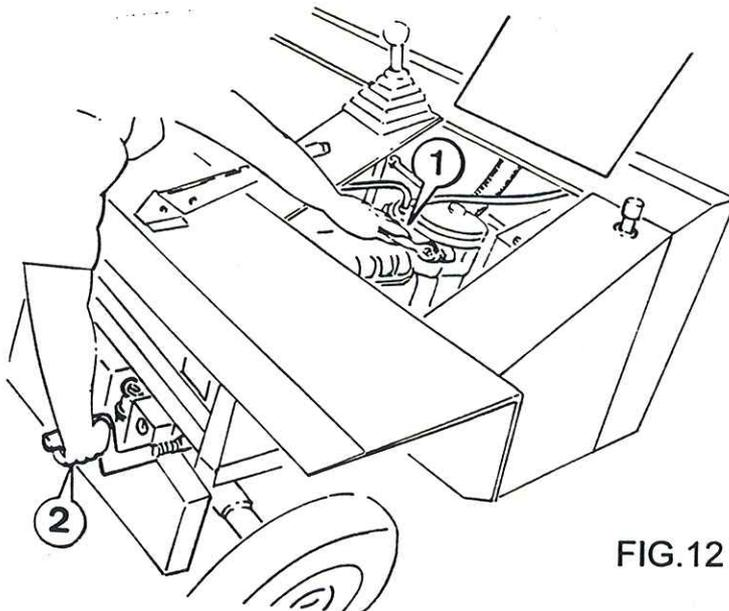

FIG.12
(Fig.12).Asegúrese de que la palanca cambio de velocidades se encuentra en punto muerto. Bloquear la palanca del acelerador al máximo de su recorrido. Colocar la palanca del descompresor (1) en posición vertical, seguidamente acelerar el motor al máximo con la manivela en sentido contrario a las agujas del reloj (2), cuando se encuentre a un régimen de vueltas elevado, bajar la palanca del descompresor a la posición horizontal con lo cual se produce el arranque del motor.
(Fig.12) Assurez-vous bien que le levier de la boîte à vitesses se trouve au point mort. Bloquez à fond le levier d'accélération. Placez le levier de décompression (1) en position verticale, ensuite accélérez au maximum le moteur au moyen de la manivelle dans le sens inverse des aiguilles d'une montre (2). Lorsque le moteur se trouve à un régime très élevé, ramenez le levier de décompression dans la position horizontale; c'est à ce moment-là que se produit le démarrage. Par la suite, replacer la manivelle sur son support.
(Fig.12) Ensure that the gear change lever is in the neutral position. Turn the decompression lever (1) to its vertical position and using the starting handle provided, turn the engine in an anticlockwise direction as fast as possible (2). When maximum cranking speed has been obtained, quickly return the decompressor lever "1" to its horizontal position, which will cause the engine to fire and run. Remove starting handle and return it to its storage position. Hand starting should only be used in the case of electric starting system failure.